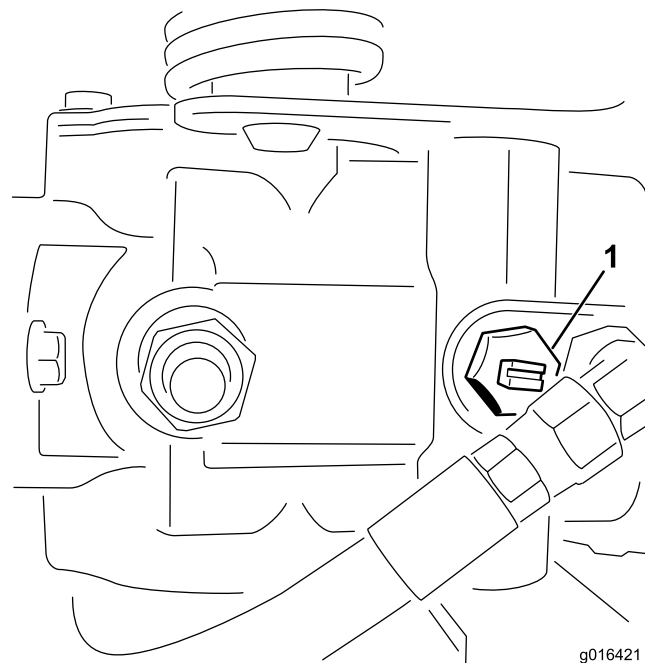

Рисунок 32
1. Найдите на насосе перепускной клапан и поверните его так, чтобы паз был вертикален (Рисунок 32).
2. Перед запуском двигателя закройте перепускной клапан, повернув его так, чтобы паз находился в горизонтальном положении (Рисунок 32).